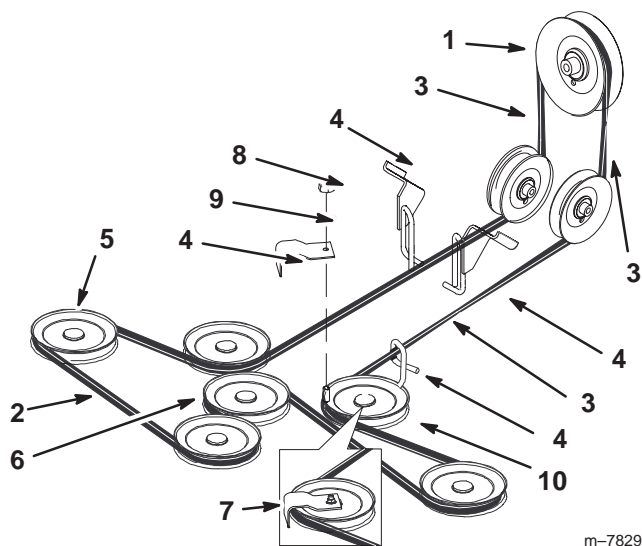

Figure 69
5. Déposez l'écrou, la rondelle et le guide-courroie de la poulie arrière gauche (Fig. 69).
6. Dégagez la courroie de plateau de coupe des guides et déposez-la (Fig. 69).
7. Installez la courroie neuve autour des poulies d'axe et de la poulie de tension du plateau de coupe, dans les guides de courroie, dans l'ensemble bras de tension arrière et l'embrayage (Fig. 69).
8. Posez le guide-courroie assorti d'une rondelle et d'un écrou sur la poulie arrière gauche (Fig. 69).
Important Vérifiez le vrillement de la courroie entre les poulies. Il doit être conforme aux spécifications de la Figure 69.